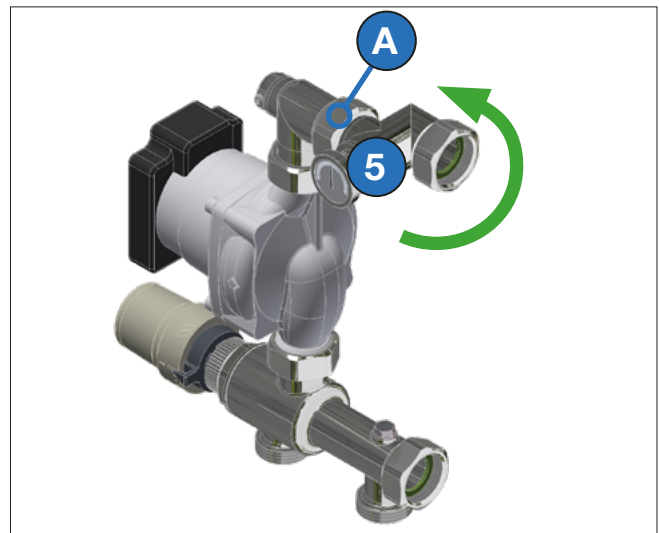

Fig. 8-1
Styreenheden kan monteres på højre eller venstre side af manifolden ved at dreje den excentriske skruefitting (5, Fig. 8-1), også omvendt.
1. Løs møtrikken (A, Fig. 8-1)